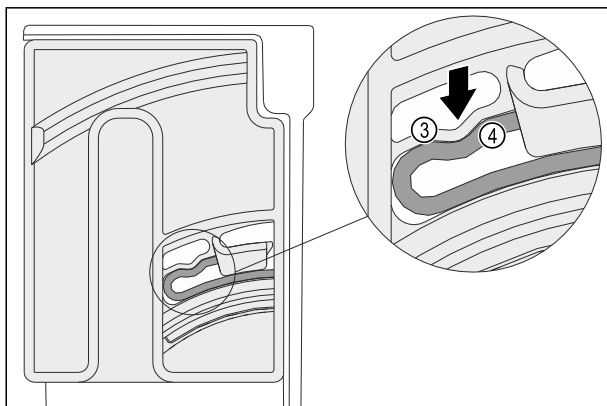

Fig. 128
- L'elemento elastico Fig. 128 (3) dell'unità di rotazione si innesta in modo udibile nel corpo circolare della nervatura Fig. 128 (4).